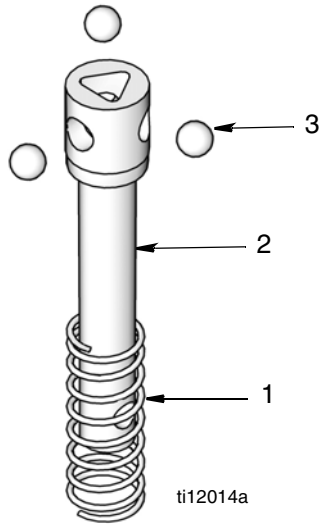

FIG. 42
1. Introduzca las bolas (3) en la varilla de activación (2) (FIG. 42).
2. Deslice el muelle (1) sobre la varilla de activación (2) (FIG. 42).